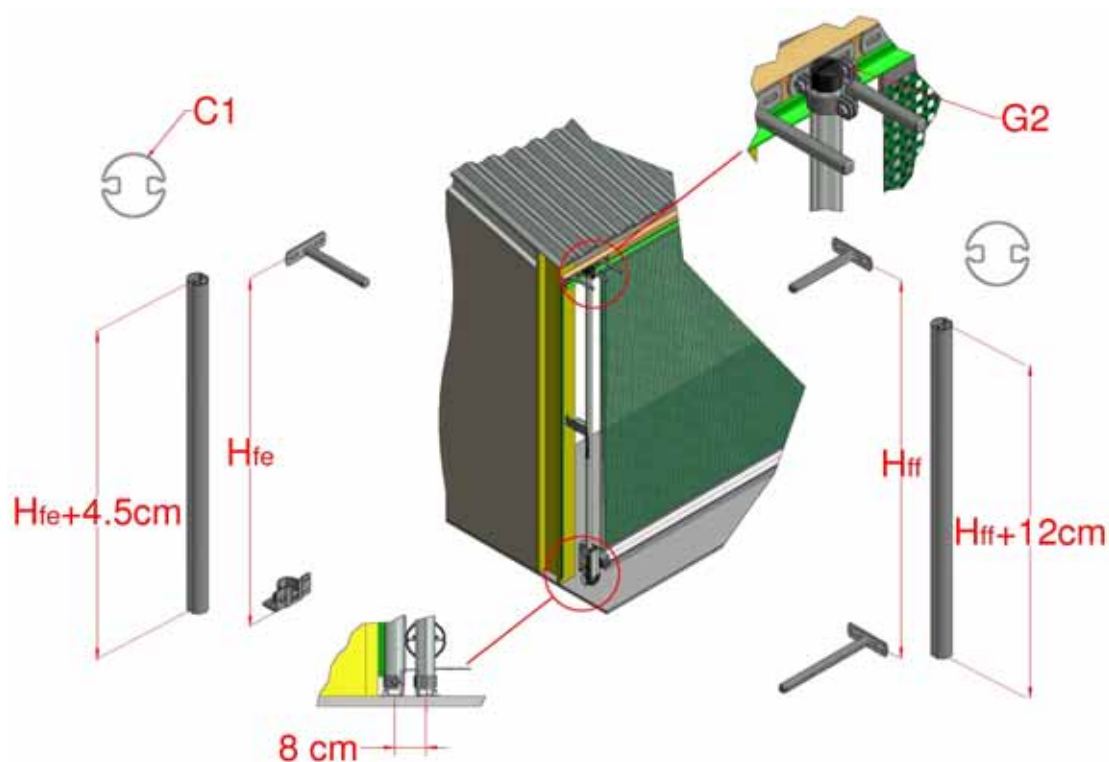

Abbildung 14: Montage des Torsionsrohrs
- 4.1 Torsionsrohre (C1) auf die benötigte Länge schneiden und Enden entgraten, wie in Abbildung 14 gezeigt.
- a) Bei stirn-/kopfseitiger Montage untere Endstütze (D1) unten auf das Torsionsrohr aufschieben (zwei Rillen, ohne Schutzeinsatz). Oberes Ende des Rohrs mit der Kreuzverbindungsklemme (G2) so an der mittleren der drei stirnseitigen Halterungen befestigen, dass das Rohr auf der Außenseite der stirnseitigen Halterung liegt, siehe Abbildung 14. Löcher zur Befestigung im Boden vorbohren, so dass die Mitte des Torsionsrohrs 8 cm von der Mitte des inneren Führungsrohrs entfernt ist.